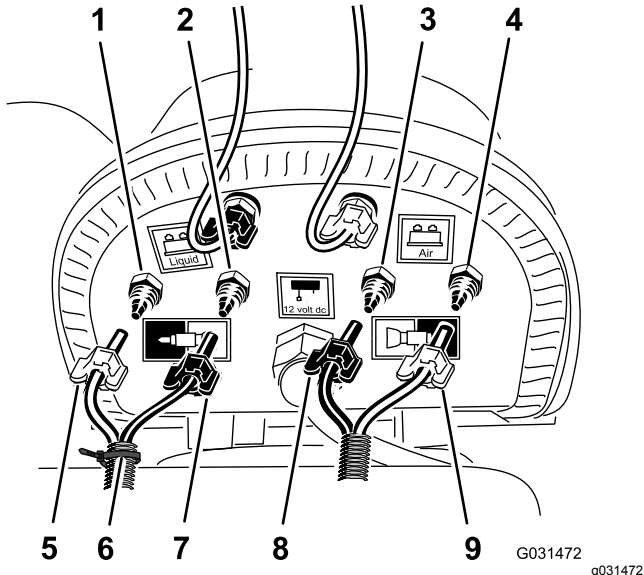

図 18
1. フォームマーカークिट用の接続パネルで、右側ブーム用の透明チューブと青色チューブをケーブルタイで固定する 図 18。
2. 左および右ブーム部で、泡ノズル用の透明チューブ2本と青色チューブ2本の圧縮ナットをゆるめる 図 18。
3. ブーム用の圧縮フィッティングからチューブ4本を外す 図 18。